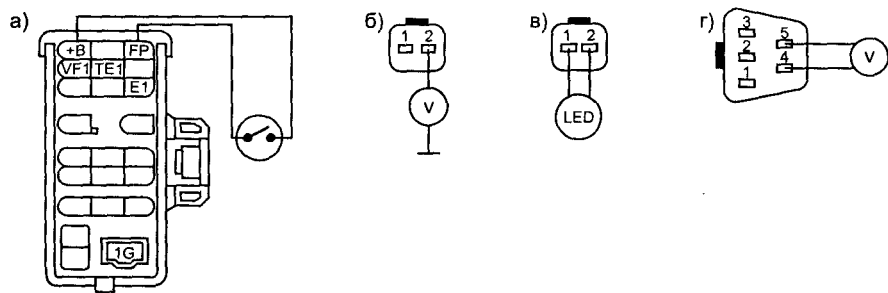

Рис. 2.8.7. Топливная система
- включают сервисный выключатель между контактами «+В» и FP разъема DLC (рис. 2.8.7а);
- включают зажигание и измеряют напряжение на контакте 2 разъема жгута форсунок (рис. 2.8.7б) — около 12 В, если питания нет, проверяют замок зажигания и соответствующие соединения;
- подключив между контактами 1 и 2 разъема жгута форсунки LED-индикатор (рис. 2.8.7в), коротко проворачивают двигатель стартером — индикатор должен вспыхивать, если этого не происходит, проверяют замок